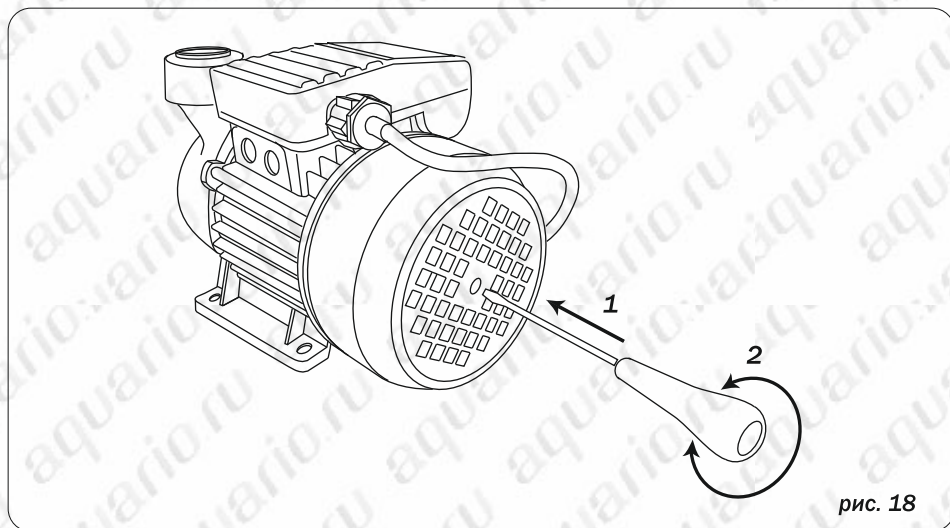

рис. 18
- Если в эксплуатации насоса был перерыв, то в результате окисления стенок насосной камеры возможна блокировка рабочего колеса. Поэтому после демонтажа насоса и перерыва в эксплуатации перед следующим запуском необходимо убедиться, что вал двигателя вращается свободно, провернув его за крыльчатку обдува отверткой (рис.18).